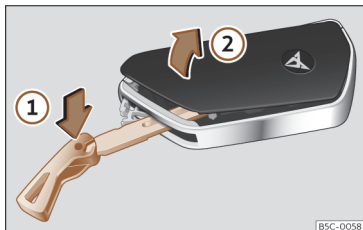

Abb. 58 Fahrzeugschlüssel: Deckel des Batteriefachs öffnen.
- Schlüsselbart in den Schlitz»» **Abb. 58** stecken, in Pfeilrichtung ① drücken und Abdeckkappe abhebeln ②.